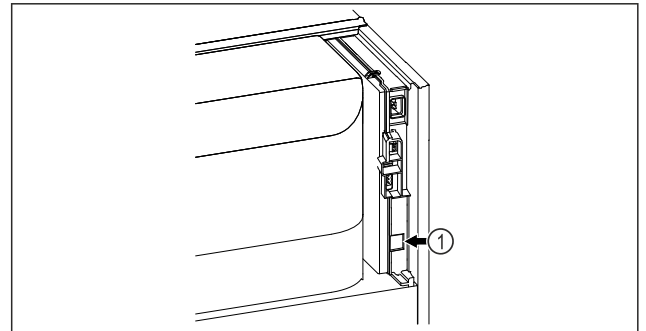

Fig. 134
- SmartModule Fig. 134 (1) naudojamas.